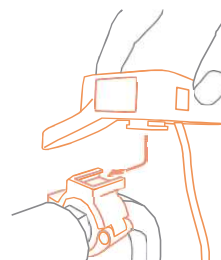

Figura 3: Conecte el controlador de soporte de empuje
- a. Conecte el controlador de soporte de empuje (**Figura 3**). Se puede escuchar un clic cuando se alcanza la posición correcta.